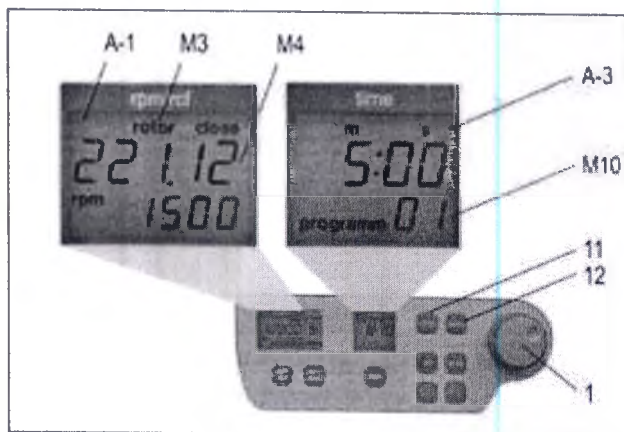

Рисунок 24
Установите требуемый ротор в центрифугу. После нажатия кнопки «prog» [программа] (11) на дисплее «time» [время] (A-3) появится слово «program» [программа] (см. Рисунок 24). Вращая верньер (1), выберите необходимый номер программы.
Если номер уже занят, то на дисплее «rpm/rcf» [об/мин / центробежное ускорение] (A-1) появятся слова «rotor» [ротор] (M3) и «22x.xx» (M4) (см. рисунок 24). В случае, если номер свободен появится 0.